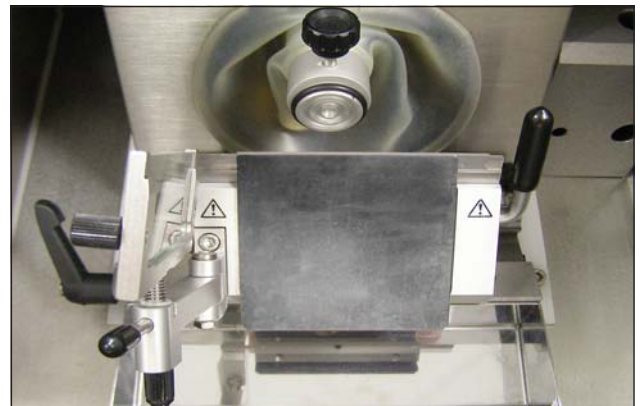

Ilustración 19.2
- Girar el botón moleteado (9, Ilustración 19.2) en el sentido contrario de las agujas del reloj, para desplazar la placa anti-roll hacia arriba, en dirección de la cuchilla.
- Girar el botón moleteado (9, Ilustración 19.2) en el sentido de las agujas del reloj, para desplazar la placa anti-roll hacia abajo, alejándola de la cuchilla.
Se recomienda realizar primero un preajuste a un espesor de corte grueso (p.e. 10 µm) y después bajar al espesor de corte deseado en pasos de 5 µm, reajustando la placa anti-roll ligeramente en altura (botón moleteado (9, ilustración 19.2) cada vez al disminuir el espesor de corte seleccionado.